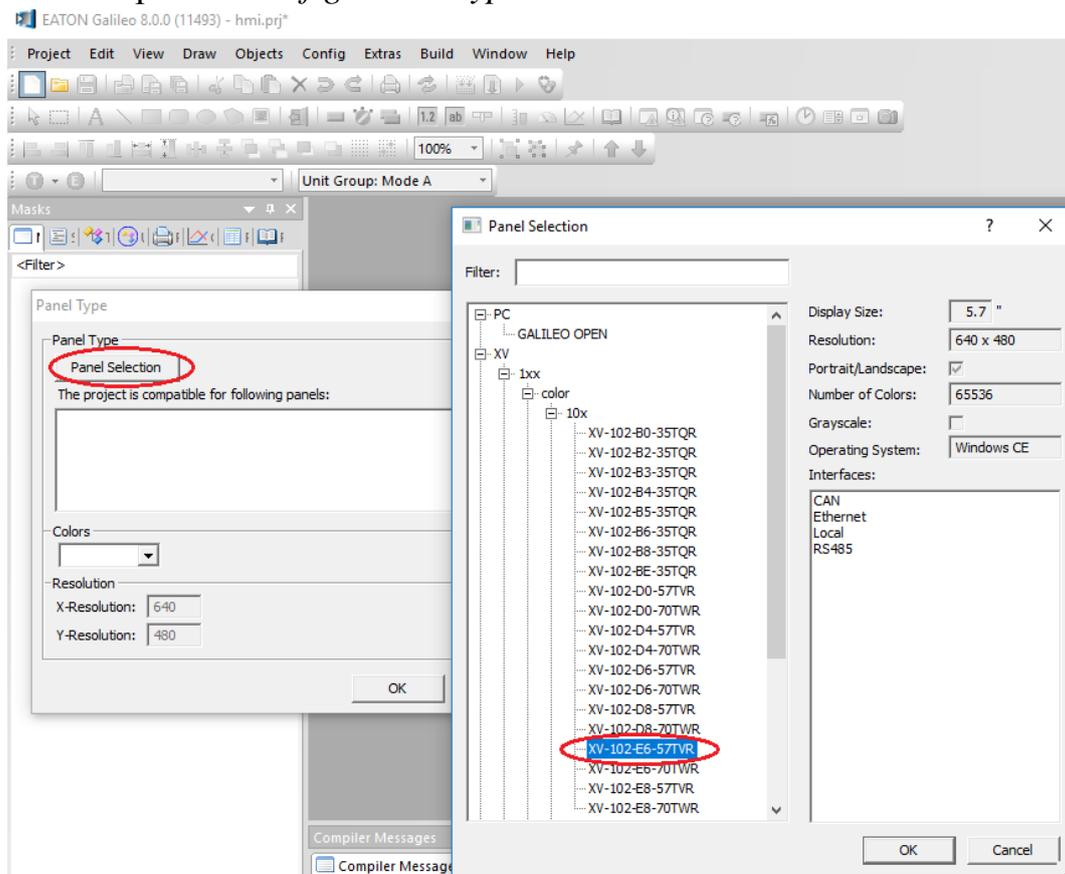

Рис. 48. Выбор панели оператора
2. Выберите тип панели Panel Type. В автоматически открывшемся окне выбрать Panel selection и после этого выбрать наименование панели оператора (рис. 48). Также после создания проекта, тип панели можно выбрать в Config/Panel Type.